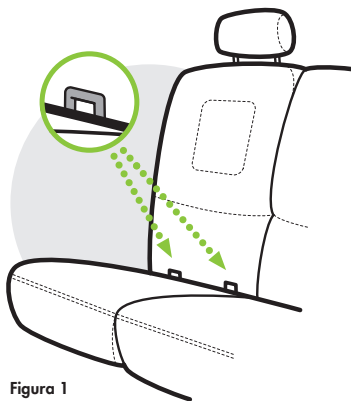

Figura 1
- Los sujetadores inferiores LATCH se encuentran en el pliegue entre el respaldo del asiento y el cojín de éste (figura 1).